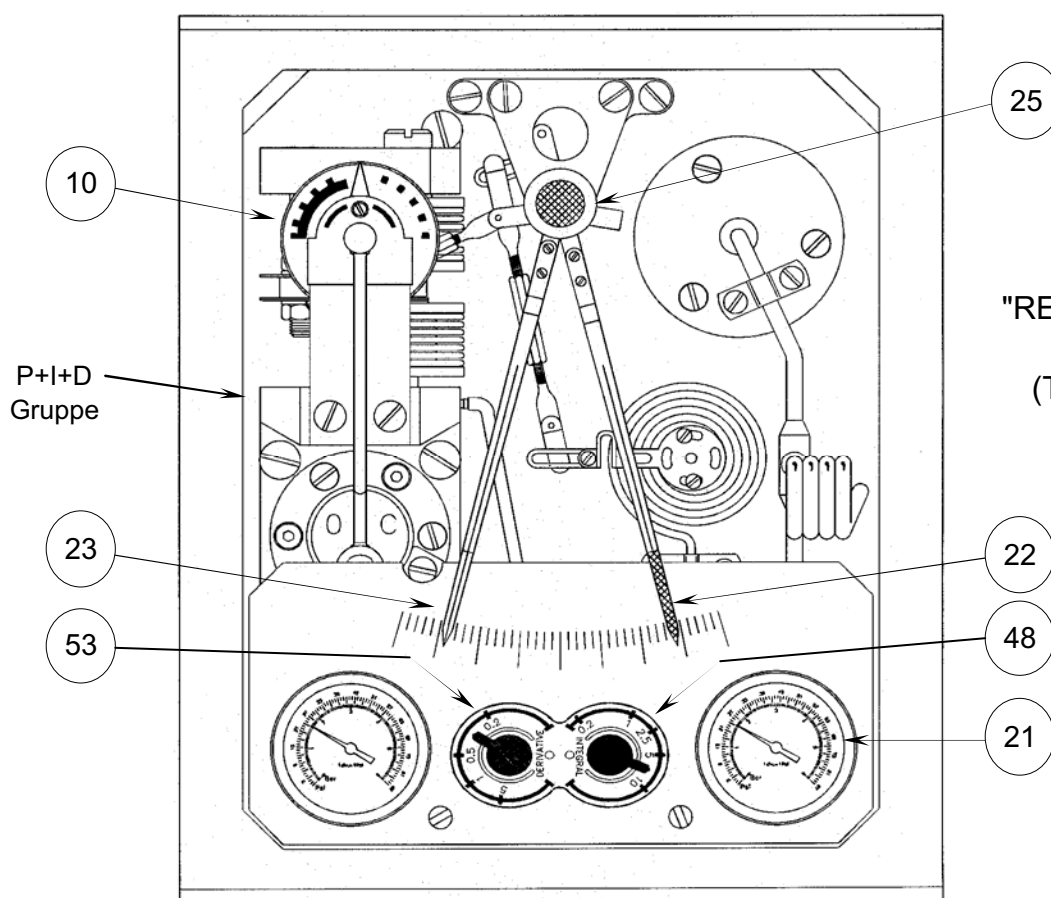

Fig. 3.4.1
3.4. PROPORTIONAL + INTEGRAL + DIFFERENZIAL REGLER (P+I+D) (Fig. 3.4.1)